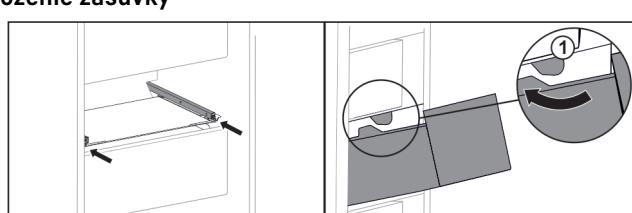

Fig. 115
- Prevedte zásuvku okolo zarážok Fig. 115 (1).